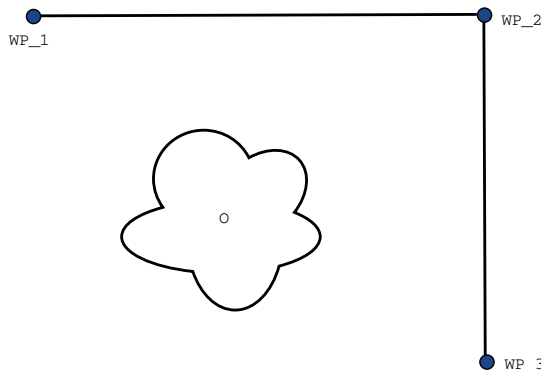

Figure 14.2: WP_1: 初期位置、WP_2: 通過点、WP_3: 持ち上げ位置、O: 障害物。
例 ピッキングのアプリケーションを例として考えた場合、(図14.2参照)、ロボットは現在ウェイポイント1 (WP_1) にあり、ウェイポイント3 (WP_3) で対象物を持ち上げる必要があります。対称物やその他の障害物との衝突を避けるため (O)、ロボットは WP_3 にウェイポイント2 から来る方向で接近する必要があります (WP_2)。つまり、ウェイポイントは要件を満たすパスを作り出すために導入されています。